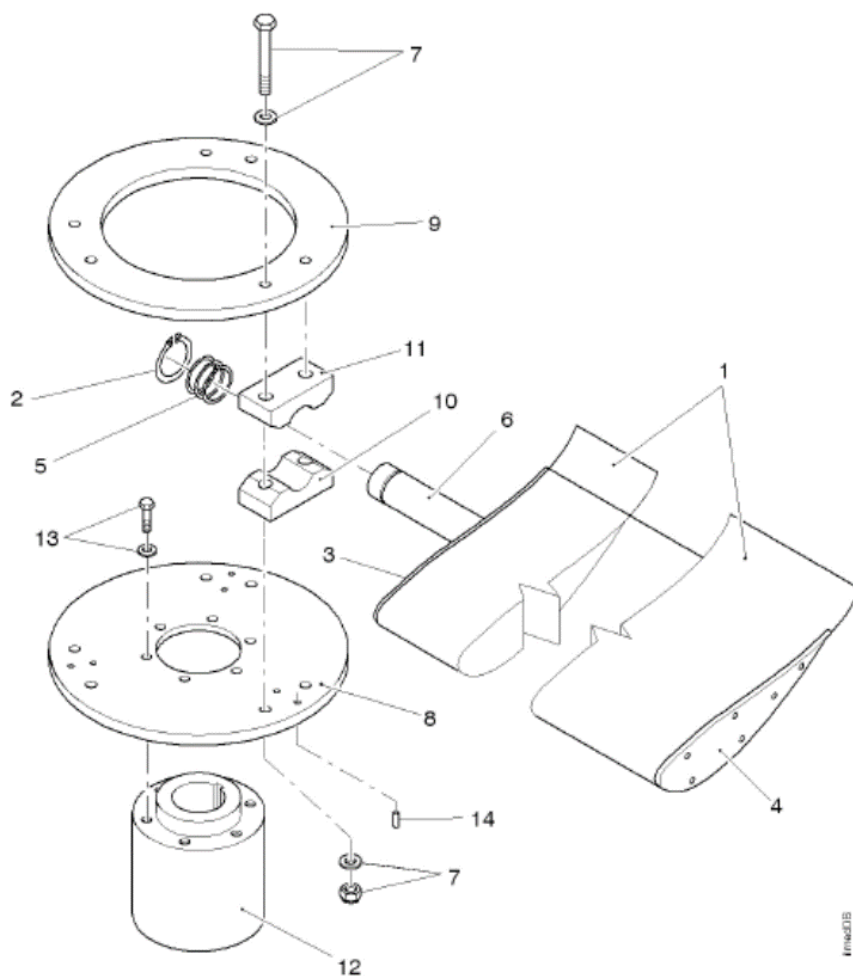

Рисунок 2-1: Основные компоненты однодискового рабочего колеса вентилятора
Однодисковое рабочее колесо вентилятора состоит из следующих деталей (см. Рисунок 2-1):
2.2.3. ОПИСАНИЕ ОДНОДИСКОВОГО РАБОЧЕГО КОЛЕСА ВЕНТИЛЯТОРА (Рисунок 2-1)
Рабочее колесо вентилятора (см. Рисунок 2-1) состоит из ступицы, к которой крепятся лопасти, соединительной втулки, опорного диска, кольца и нескольких лопастей.